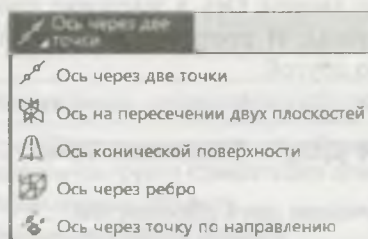

Рис. 20.1. Выпадающая панель команды **Вспомогательные объекты**
- ◆ из Инструментальной области ► **Вспомогательные объекты** ► командами выпадающей панели кнопки **Ось через две точки** (рис. 20.1).